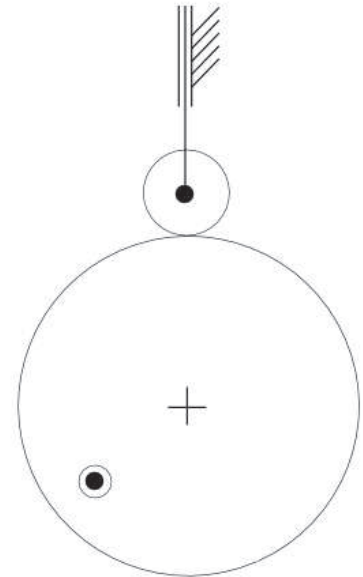

Figura 1
1. Obtener, mediante la fórmula de Grubler los grados de libertad del mecanismo de la figura 1. Obtener el mecanismo equivalente y comentar la limitación de la equivalencia.